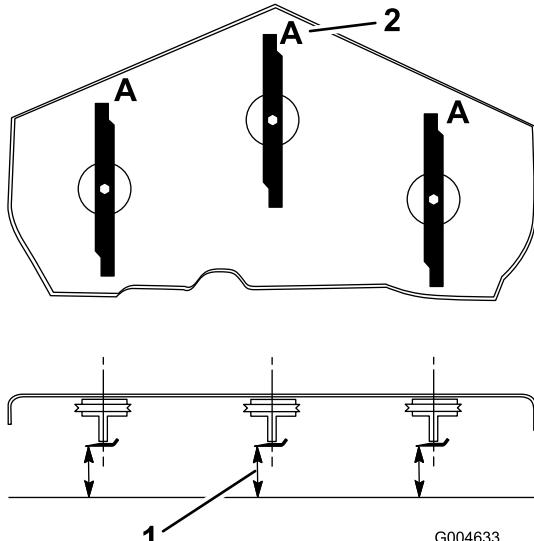

Figura 74
3. Rode as lâminas até as suas extremidades se encontrarem viradas para a frente e para trás (Figura 74). Meça desde uma superfície nivelada até à extremidade de corte, posição A, das lâminas (Figura 74). Anote esta medida.